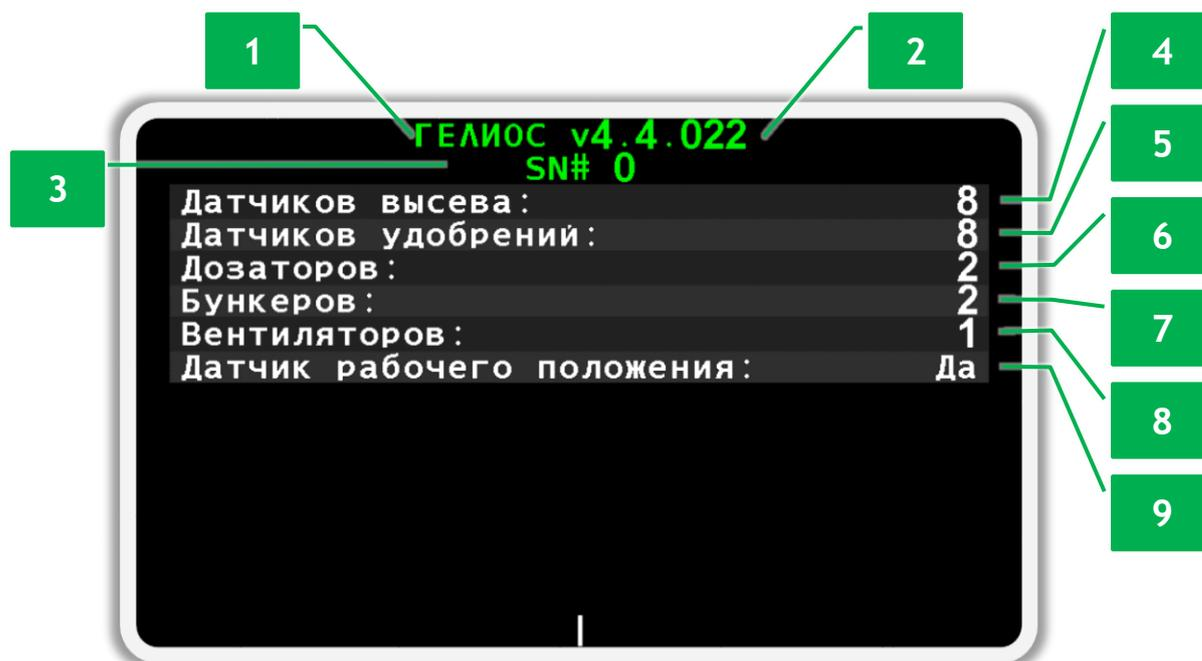

Рисунок 16 Экран просмотра профиля
3. Теперь отпустите нажатую кнопку и ознакомьтесь с настройками профиля. Внешний вид и пример содержимого экрана изображен на Рисунок 16.